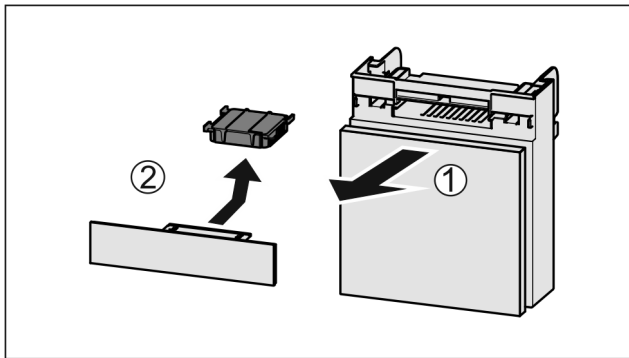

Fig. 164
- ▶ 向前拉出 Fig. 164 (1) 抽屉。
- ▶ 取出 Fig. 164 (2) 活性炭过滤器。